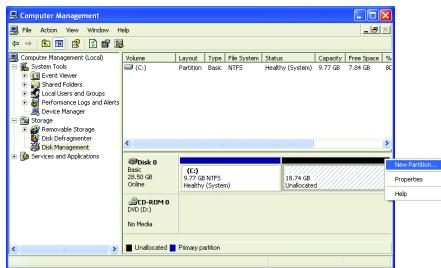

図 6
5. オペレーティングシステムをインストールする前にハードドライブを適切に分割していなかった場合、ハードドライブの空きスペースを使用して新しいパーティションを作成することができます（図 6、7）。ただし、**ディスク管理**に示されたハードドライブのシステムパーティションに未割り当てるスペースがない場合、新しいパーティションを作成したり Xpress Recovery2 を使用することはできません。この場合、オペレーティングシステムを再インストールし、ハードドライブを再分割してください。